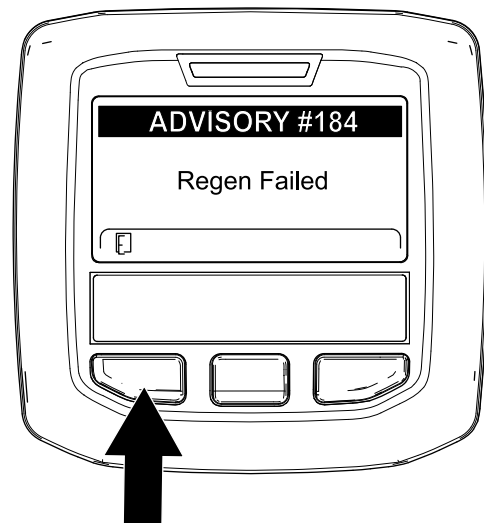

Bild 59
**Hinweis:** Wenn die Regenerierung nicht abgeschlossen wird, wird im InfoCenter „Advisory #184“ (Bild 59) angezeigt. Drücken Sie die linke Taste, um den Homebildschirm anzuzeigen.